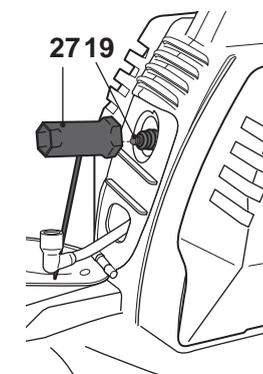

Fig. 34
- > Utilisez l'outil multifonctions [27] en clé à bougie pour desserrer et retirer la bougie [19] (Fig. 34).